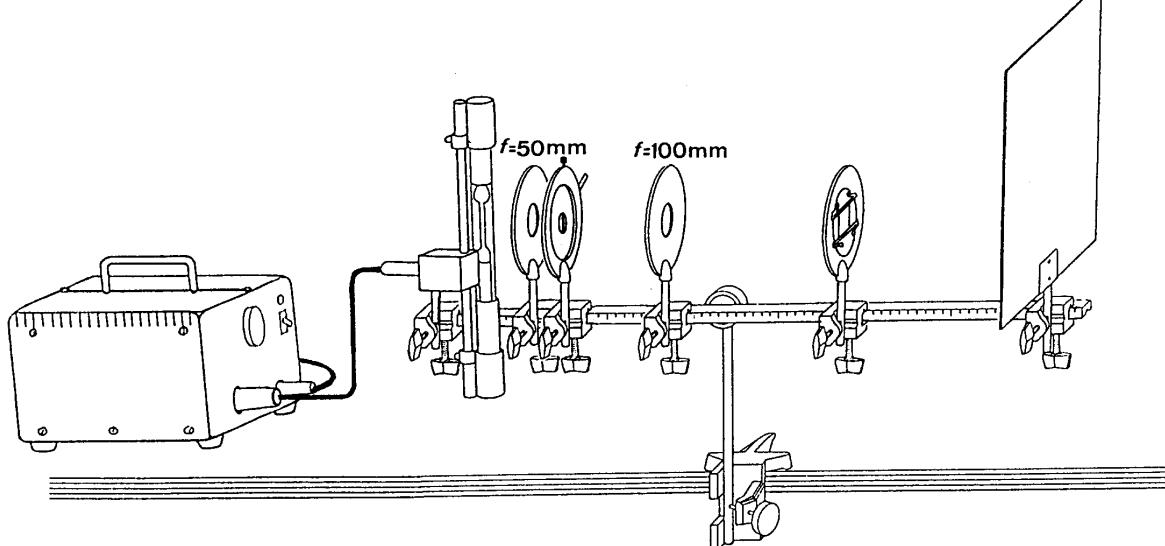

Fig. 4
*Objektive Beobachtung (Projektionsaufbau, s. Fig. 4):*
*Objective observation (Projection arrangement see Fig. 4):*
Anordnung gemäß Fig. 4 zunächst ohne Gitter aufbauen.
Set up the experiment as shown in Fig. 4, but initially without the grating.